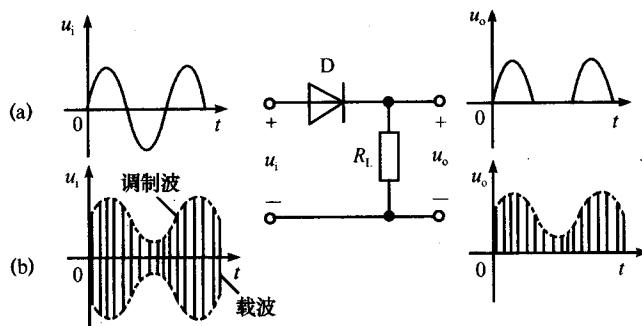
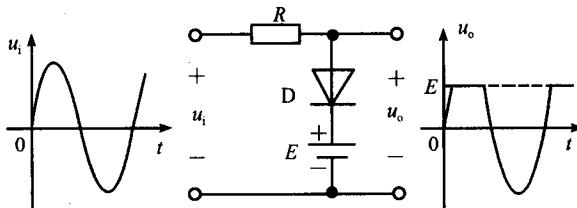

图 15-2
图 15-3
(1) 整流与检波电路：电路如图 15-2 所示。
① 整流：利用二极管单向导电性，将交流电换成单方向脉动的直流电；
② 检波：将幅值被音频信号调制的高频无线电信号，变成单方向脉动信号，再滤去高频载波便可得音频信号。用于无线电接收机。
(2) 限幅电路：有单向限幅和双向限幅两种，仅以单向限幅为例，电路如图 15-3 所示，输入 u_i 为正弦波，输出正半周幅值被限制为 E ，称为正向限幅。分析： $u_i < E$ ，二极管 D 截止， $u_o = u_i$ ； $u_i > E$ ，二极管 D 导通， $u_o \approx E$ 。